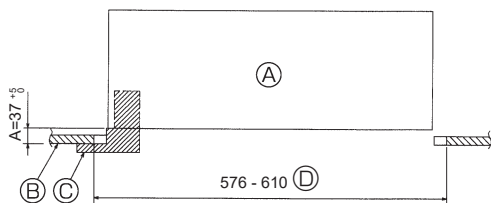

Fig. 10-2
10.2. Προετοιμασία για την προσάρτηση της γρίλιας (Fig. 10-2)